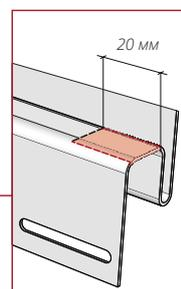

Рисунок 52
- 15.7** Согласно рис. 52 отмерьте и разметьте от торца околооконки расстояние 20 мм по центру ребер. Сделайте разрезы, используя ножницы.